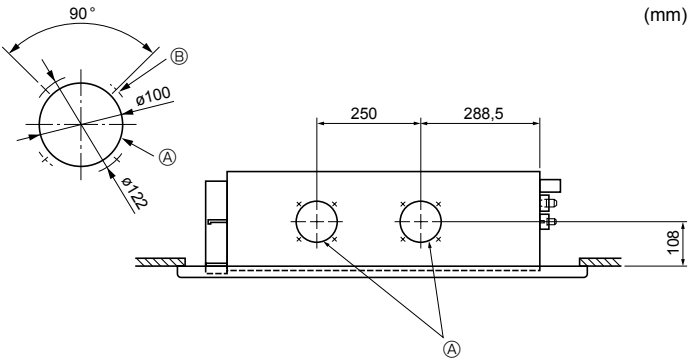

Afb. 2-8
2. Til het apparaat op zijn plaats, op de goede positie ten opzichte van de ophangbouten. Steek de beugel tussen de ringen ① en ②, die zich reeds op hun plaats bevinden en zet deze vast. Doe hetzelfde op alle vier de plaatsen.
- ① Ophangbout (3/8" of M10)
- ② Ring ①
- ③ Plafondoppervlak
- ④ (Plaats deze met de isolatie omlaag)
- ⑤ Moer (3/8" o M10)
- ⑥ Afstand tot de bovenkant van de beugel
- ⑦ Ring ② (met isolatie)
4. Controleer of de vier hoeken allen waterpas zijn ten opzichte van elkaar. Gebruik hiervoor een waterpas of een doorzichtige plastic (tuin) slang met water erin. (Afb. 2-8)